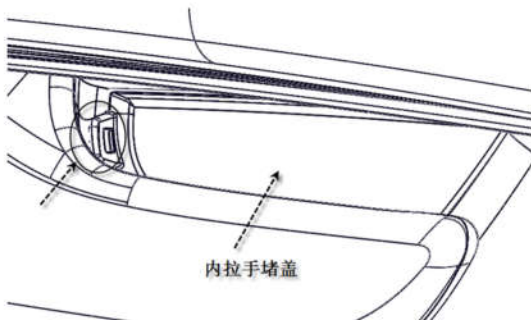

图8-1-2 左前门内拉手堵盖拆卸示意图
(2) 图8-1-2, 用手直接按所示位置将内拉手堵盖取出。